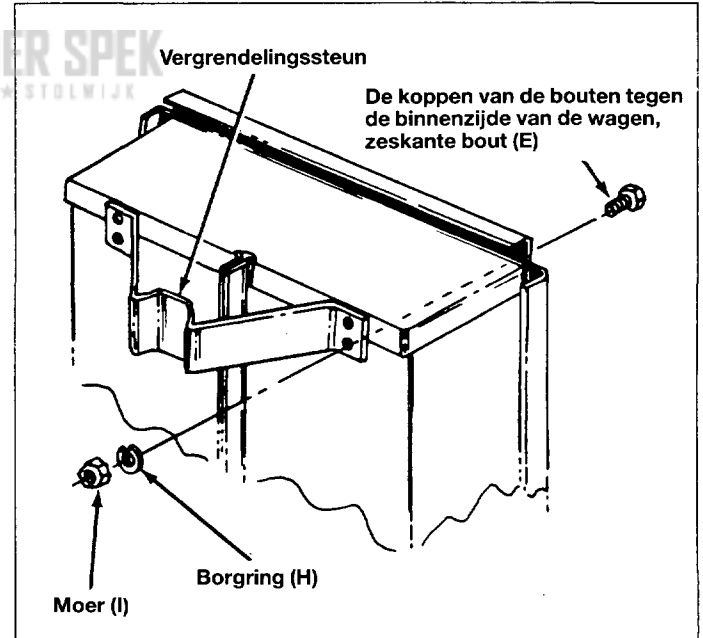

Fig. 9
14. Monteer de vergrendelingssteun met vier 6 mm x 16 mm bouten (E), borgringen (H) en moeren (I). Zie fig. 9.